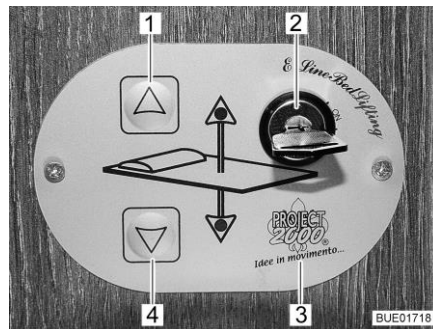

Fig. 137 Elemento de mando
Con las teclas (Fig. 137,1 y 4) en el elemento de mando (Fig. 137,3), se subirá o bajará la cama elevada. Con el interruptor llave (Fig. 137,2), se bloqueará el elemento de mando contra su utilización no autorizada.
- Girar la llave en el interruptor llave (Fig. 137,2) 90° en sentido de las agujas del reloj a la posición "On". El elemento de mando (Fig. 137,3) está activado.
- Pulsar la tecla de flecha (Fig. 137,4) y mantenerla pulsada hasta que la cama elevada haya bajado a la posición deseada.
- Pulsar la tecla de flecha (Fig. 137,1) y mantenerla pulsada hasta que la cama elevada haya subido a la posición final.
Si la cama elevada ya no se deja desplazar con las teclas de flecha (Fig. 137,1 y 4), controlar primero los fusibles (véase apartado 9.11.1). Si los fusibles están en orden y la cama elevada no se deja desplazar a pesar de esto, se podrá manejar la cama elevada en forma manual.